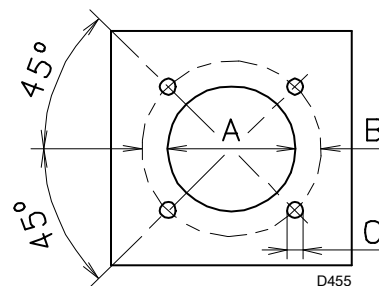

图 14
如图 14 (表 J) 所示, 在炉膛前烟箱板上钻孔。可以用随燃烧器附带的隔热垫定位螺纹孔的位置。
- ▶ 将燃烧器整体安装到之前在锅炉前烟箱板上已钻好的孔 (图 14) 上, 同时将随附螺丝拧紧。